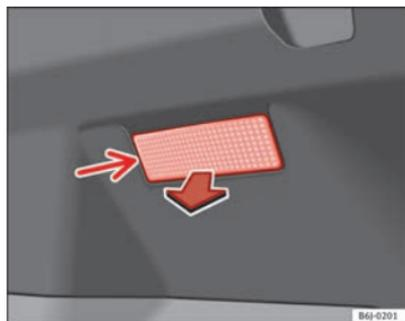

Fig. 176 Luz maletero
- Extraiga la tulipa haciendo presión sobre el borde de la parte interior de la misma -flecha- con ayuda de un destornillador por su parte plana ⇒ fig. 176.